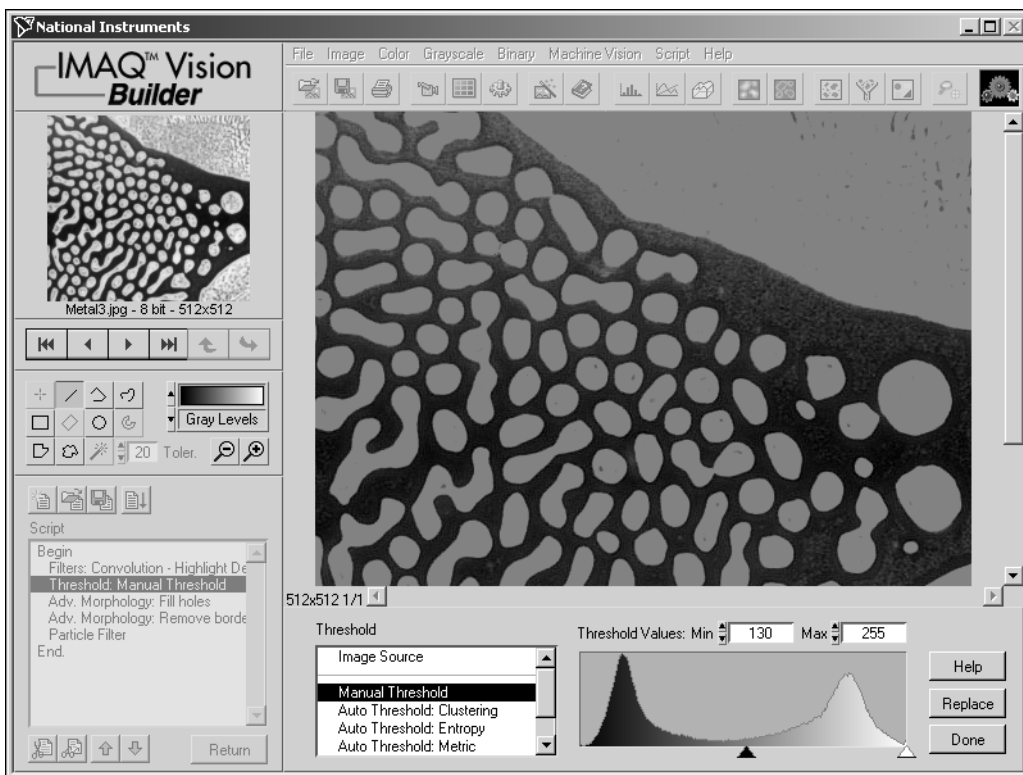

図 3-7 粒子解析スクリプトのテスト
5. スクリプトウィンドウの Threshold ステップをダブルクリックして、2 値化パラメータを開きます。図 3-7 は、スクリプトの Threshold ステップでの Metal13.jpg です。